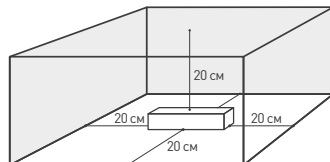

Рис. 2. Свободное пространство вокруг источника
- 4.2. Для соблюдения температурного режима работы обеспечьте не менее 20 см свободного пространства вокруг источника напряжения (рис. 2). При необходимости используйте принудительную вентиляцию.